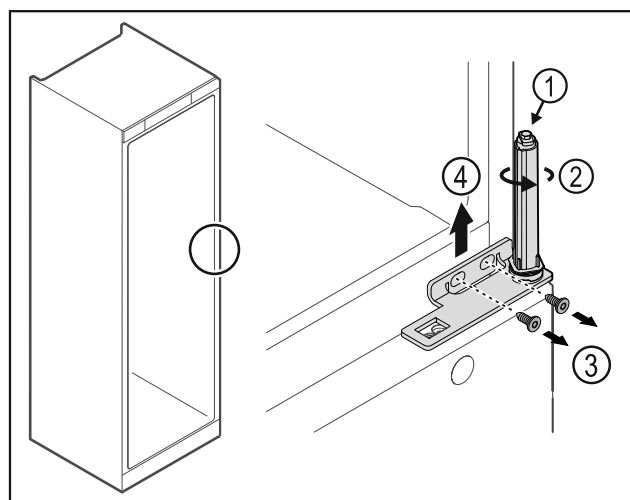

Fig. 22
- Nerozebírejte uzavírací systém dvířek Fig. 22 (1).
- Otáčejte uzavíracím systémem Fig. 22 (2), dokud nezacvakne.
- Povolte šrouby Fig. 22 (3), úhelník závěsu vyjměte směrem nahoru Fig. 22 (4).